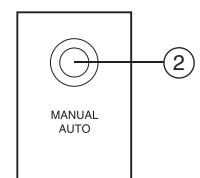
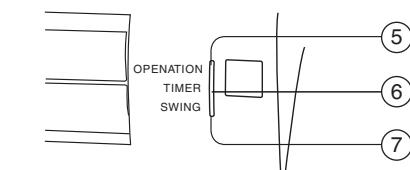

Рис. 2
Рис. 3
- ① Панель управления (Рис. 2)
- ② Кнопка MANUAL/AUTO
- ③ Приемник сигналов с пульта дистанционного управления
- ④ Индикаторные лампы (Рис. 3)
- ⑤ Световой индикатор РАБОТЫ (красный)
- ⑥ Индикаторная лампа TIMER (зеленая)
- ⑦ Индикаторная лампа SWING (оранжевая)
Загорится индикаторная лампа внутреннего блока OPERATION (красная) (Рис. 3(5)).